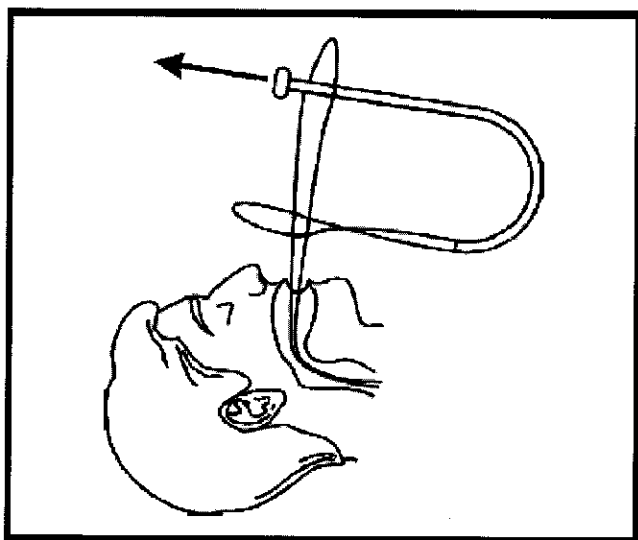

Figura 4
- Pase el extremo abovedado de la sonda para GEP a través del bucle del cable de inserción y tire de toda la sonda para GEP hasta que pase (figura 4).